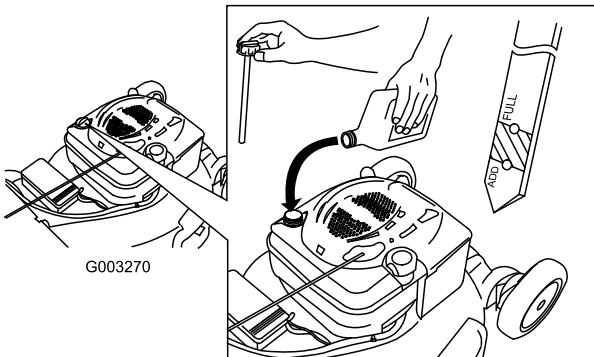

Figure 39
- Versez de l'huile **lentement** dans le goulot de remplissage pour faire monter le niveau de liquide jusqu'au repère du plein (Full) sur la jauge (Figure 39). **Ne remplissez pas excessivement.** (Remplissage max. : 0,59 l (20 oz.), type : huile détergente SAE 30 de classe de service API SF, SG, SH, SJ, SL ou supérieure.)